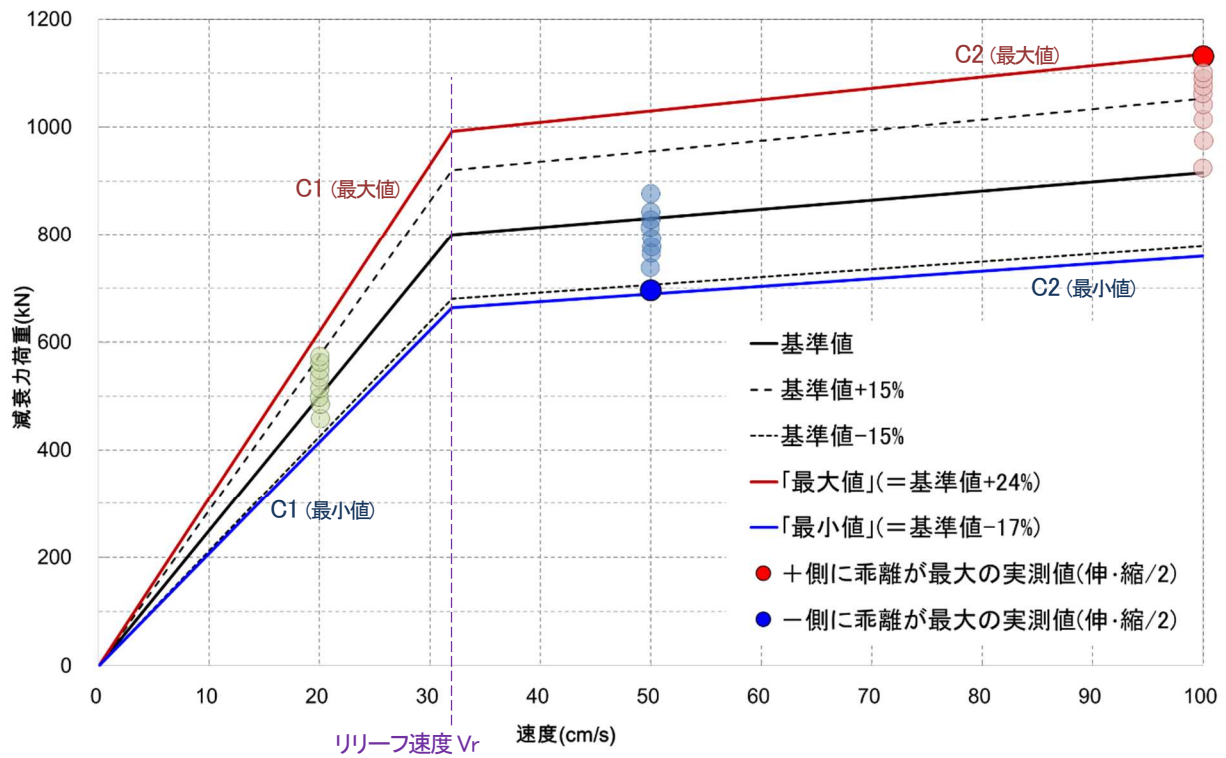

図1. 減衰力の特徴値(荷重-速度グラフ)の例
② ダンパーの特性値が判明しているが、配置等が不明なもの
- a. 「最大値」は、減衰力の特性を表す荷重-速度グラフにおいて、基準値(の荷重-速度グラフ)の減衰係数 $C1 \cdot C2$ をともに一定倍に、リリース速度 V_r をそのままにして、各ダンパーの減衰力荷重の全ての実測値((圧縮側+伸び側)/2とする)が上回ることはないように定められる、速度に応じた荷重値※とする。 ※ イメージは図1を参照
- b. 「最小値」は、減衰力の特性を表す荷重-速度グラフにおいて、基準値(の荷重-速度グラフ)の減衰係数 $C1 \cdot C2$ をともに一定倍に、リリース速度 V_r をそのままにして、各ダンパーの減衰力荷重の全ての実測値((圧縮側+伸び側)/2とする)が下回ることはないように定められる、速度に応じた荷重値※とする。 ※ イメージは図1を参照